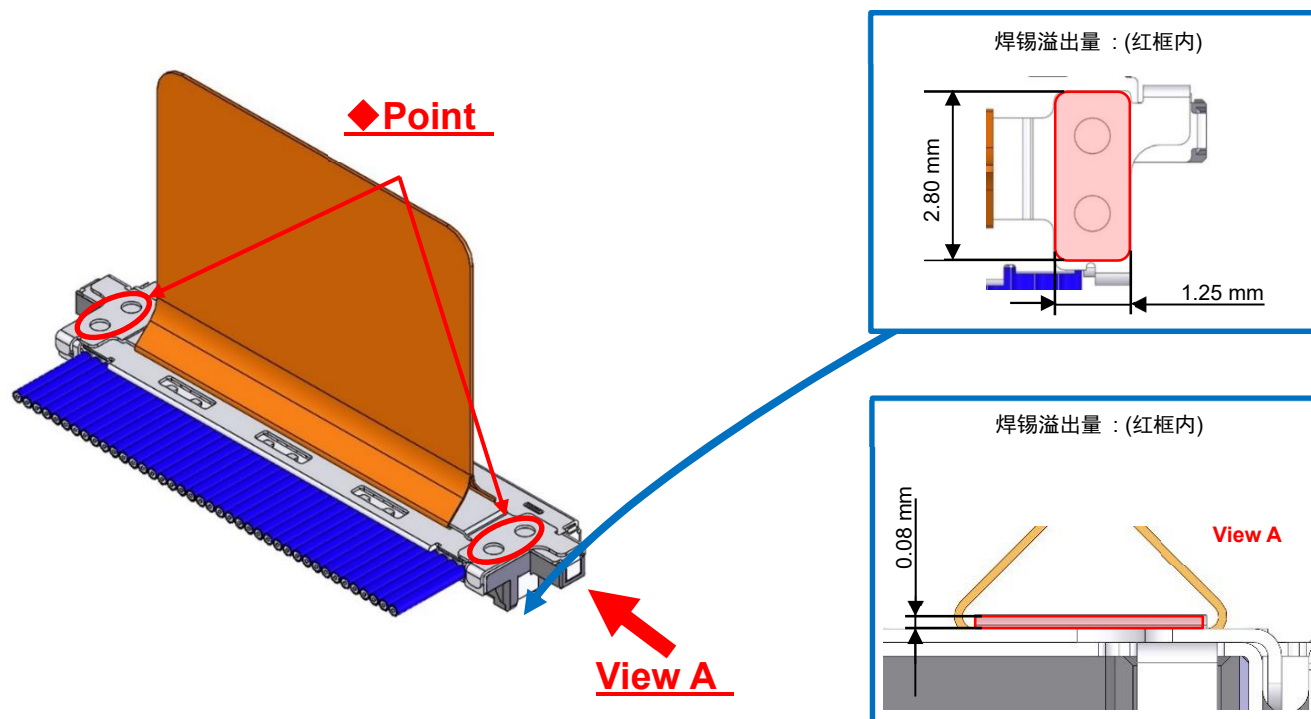

图. 13 焊接 Pull Tape Holder
- ③用电烙铁焊接 Pull Tape Holder 和 Shell-A。(图. 13◆部)